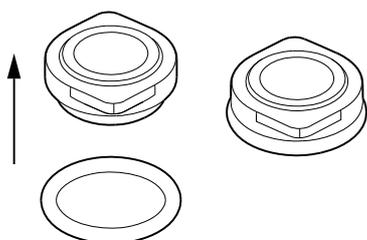

Рис. 16 Монтаж уплотнительного кольца на неподвижной части торцевого уплотнения
3. Установить уплотнительное кольцо (поз. 102) на неподвижную часть уплотнения вала. См. рис. 16.